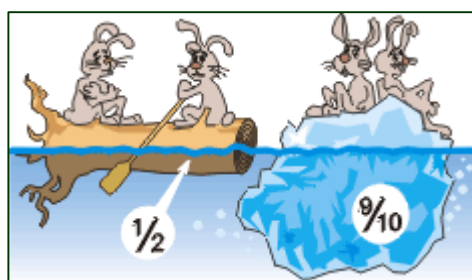

Рис. 82.3. Плавание на дереве и на льдине. В чём различие?
4. Как зависит глубина погружения в жидкость плавающего тела от его плотности (рис. 82.3)?